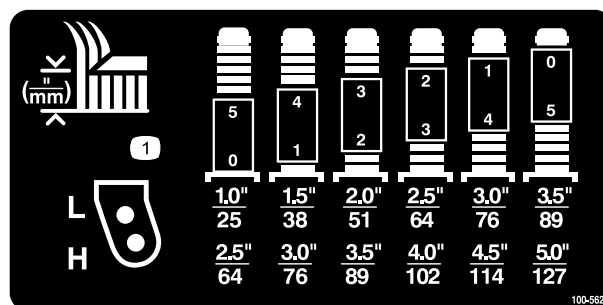

Figura 7
2. Coloque los ejes de las ruedas giratorias en el mismo taladro en ambas horquillas. Consulte Figura 6 y Figura 7 para saber cuáles son los taladros adecuados para esta configuración.
Consulte Figura 7 para saber la combinación de espaciadores para esta configuración.